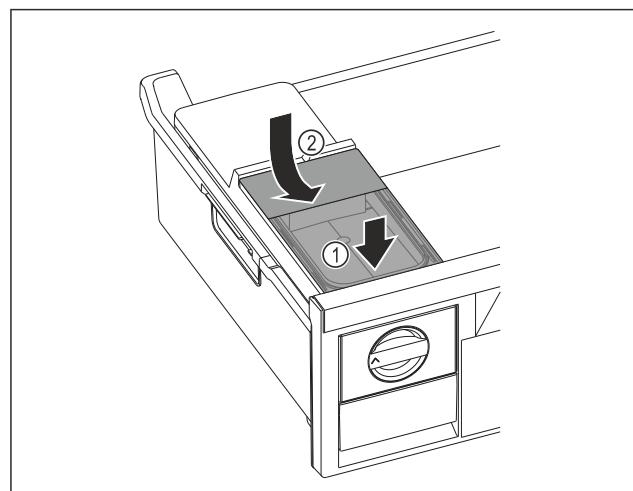

Fig. 181
- Помістити бак для води спереду. Fig. 181 (1)
- Опустити бак для води ззаду. Fig. 181 (2)